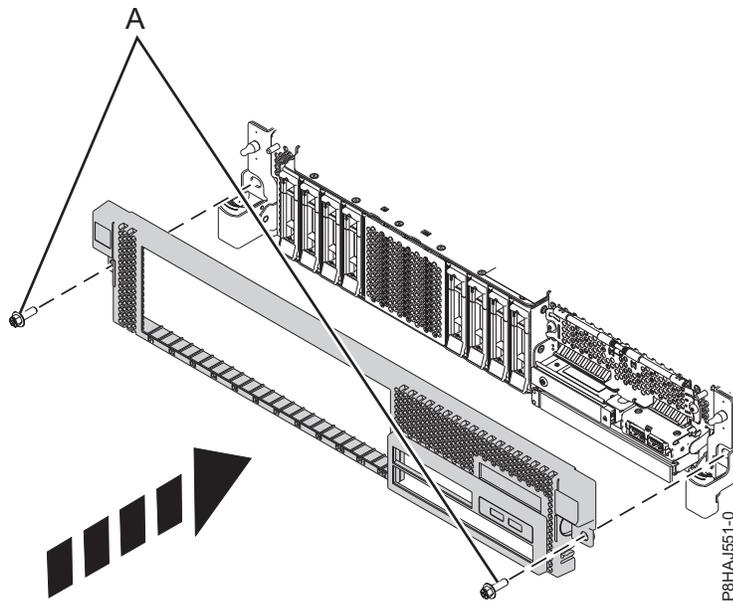

Abbildung 20. Vordere Abdeckung installieren
3. Verriegeln Sie die Entriegelungshebel in die in Abb. 20 auf Seite 41 dargestellte Richtung. Die Abdeckung schnappt ein und weist eine Vertiefung auf, an der Sie sie leichter festhalten können.
4. Bringen Sie die Transportschrauben (A) wieder an.